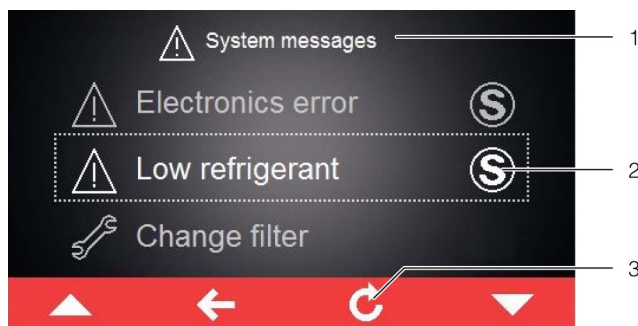

Fig. 49 : écran avec des messages de défaut
sage de défaut ainsi que dans la barre d'outils à côté du symbole pour les informations système (fig. 49, pos. 2).